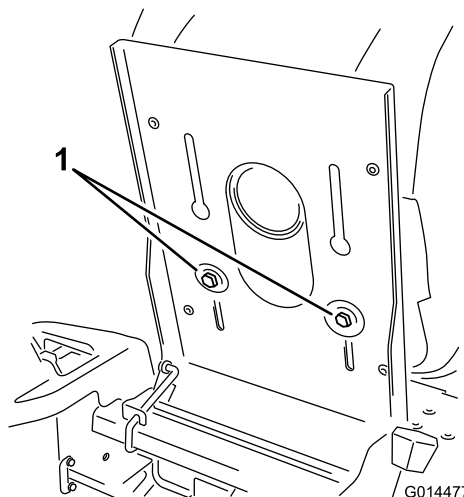

Figura 21
1. Levante el asiento y afloje los pernos de ajuste lo suficiente para poder desplazar el asiento (Figura 21).